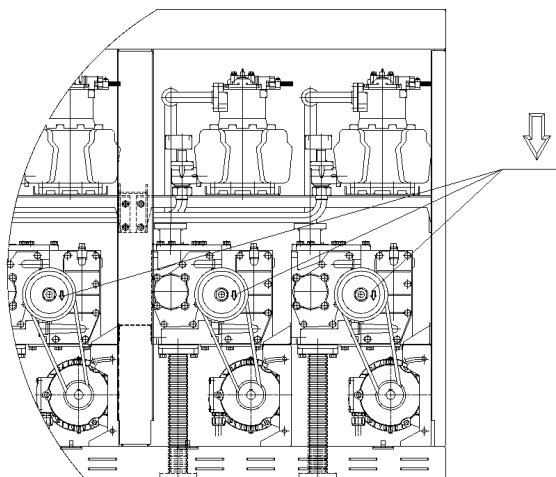

Рисунок 56 - Проверка направления вращения ротора двигателя насоса (стрелка)
**ПРЕДУПРЕЖДЕНИЕ** После подключения электродвигателя к сети проверьте правильность направления вращения ротора! Правильное направление вращения показано стрелкой, нанесенной на ременный шкив насоса, см. Рисунок 56.